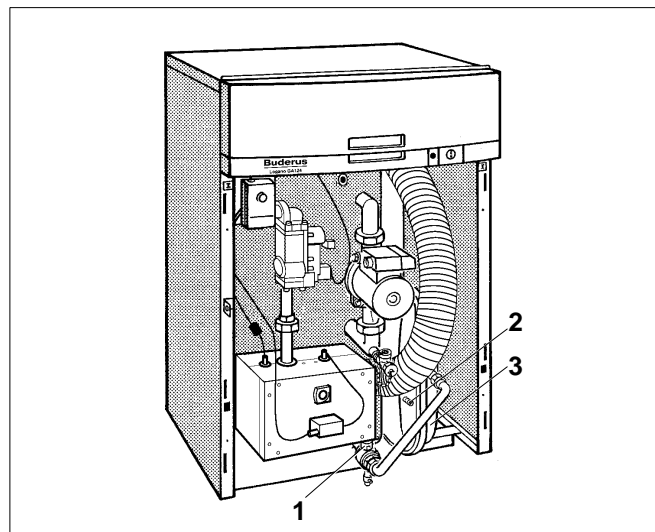
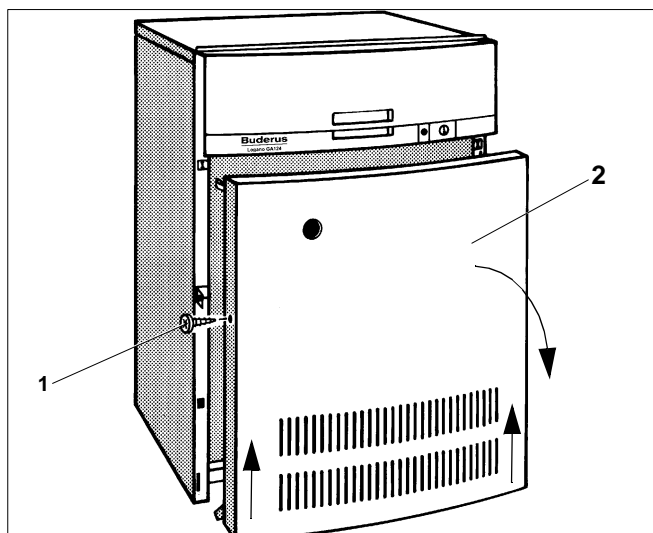

Fig. 9 GA124 V, paroi avant ouverte
Fig. 13 Retirer la paroi avant de la chaudière
- Vérifier si la pression indiquée sur la plaque signalétique du vase d'expansion (fig. 9, **pos. 3** et fig.2 page 5) correspond à la pression de l'installation moins 0,2 bar à froid. Si la valeur réelle diffère de la valeur théorique, régler la pression :
- Retirer le capuchon rouge et fermer le robinet d'isolement (fig. 9, **pos. 1**)
- Retirer le capuchon du point de mesure (fig. 9, **pos. 2**) et corriger la pression.
Légende fig 9
- Effectuer l'essai d'étanchéité. Pour l'épreuve d'étanchéité, le vase d'expansion (fig. 9, **pos. 3**) doit être séparé du système en fermant le robinet d'isolement (fig. 9, **pos. 1**) sous le capuchon rouge. Pour retirer la paroi avant de la chaudière voir fig. 13.
- Desserrer les vis de sécurité (fig. 13, **pos. 1**) à gauche et à droite sur les parois latérales, retirer la paroi avant de la chaudière (fig. 13, **pos. 2**), puis soulever par le bas et retirer vers l'avant.